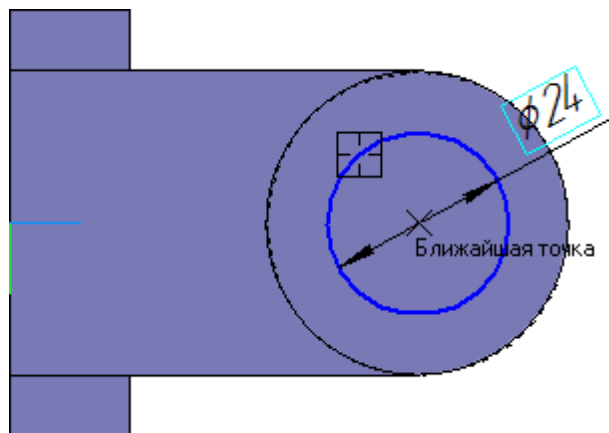

Рисунок 32.
- Нажмите кнопку Автора размер на панели Размеры , укажите окружность, присвойте размеру значение 24 мм (рис. 32).